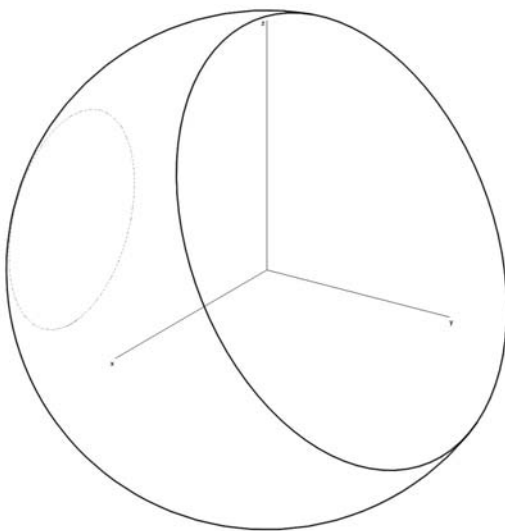

Abb. 5
(I) Erzeugen einer Kugel und Schneiden dieser mit zwei Ebenen (Abb. 5).